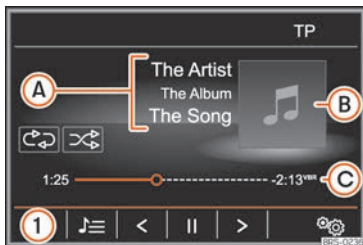

Fig. 204 Menú principal MEDIA.
- Pulse la tecla del infotainment **MEDIA** para abrir el menú principal *Media* »» fig. 204.